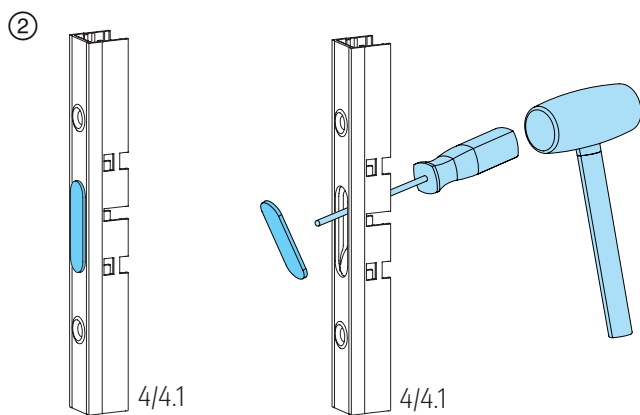

Abb. 11
② Die vorgestanzten Blehabdeckungen aus den Getrieben 4/4.1 herauslösen; **Abb. 11.**